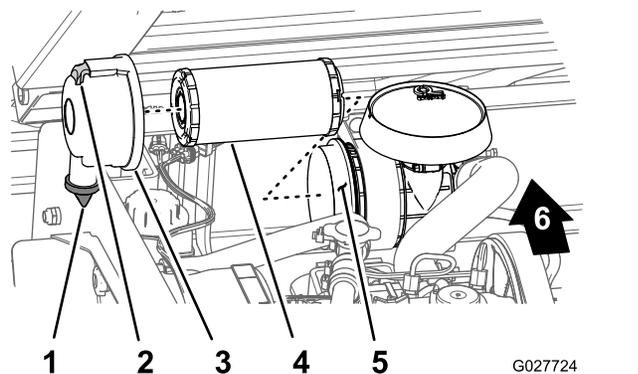

Рисунок 35
2. Проверьте корпус воздухоочистителя на отсутствие повреждений, которые могут вызвать утечку воздуха (Рисунок 35).
- Оттяните фиксатор наружу и поверните крышку воздухоочистителя против часовой стрелки (Рисунок 35).
- Во избежание излишнего запыления соблюдайте осторожность при извлечении фильтрующего элемента из корпуса воздушного фильтра (Рисунок 35).
- Очистите канал для выброса грязи, расположенный в крышке воздушного фильтра (Рисунок 35).
- Извлеките из крышки резиновый выпускной клапан, очистите полость и замените выпускной клапан (Рисунок 35).
элемента, чтобы посадить его в крышку воздушного фильтра (Рисунок 35).
- Совместите крышку воздухоочистителя с его корпусом так, чтобы резиновый выпускной клапан был обращен вниз, находясь в положении приблизительно между «5 и 7 часами», если смотреть с торца (Рисунок 35).
- Закрепите крышку на корпусе защелками (Рисунок 35).